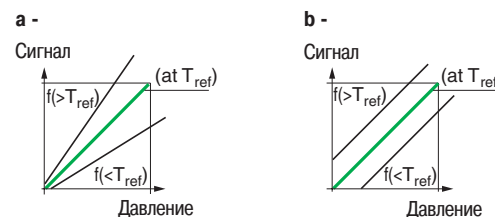

Рис. 63: Графическое представление:
□ **Температурный дрейф (см. Рис. 63)**